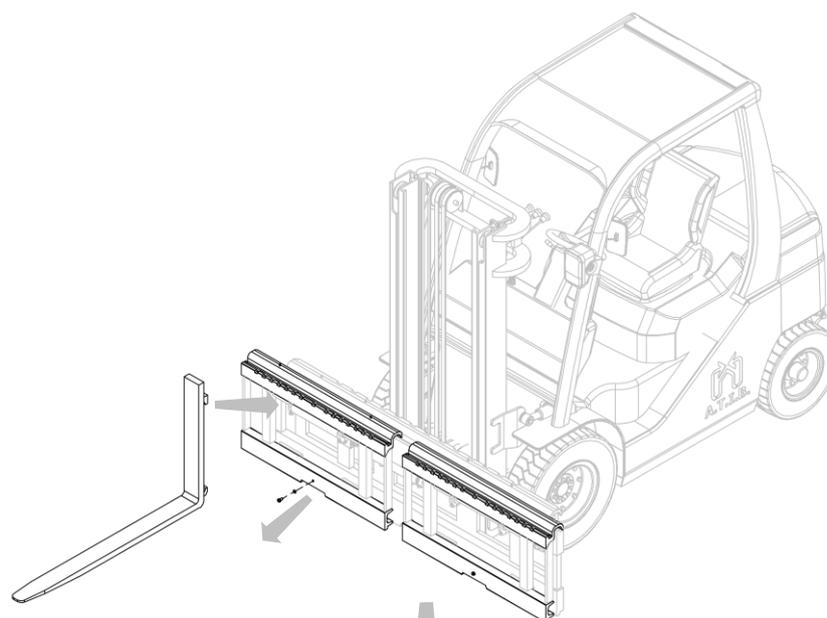
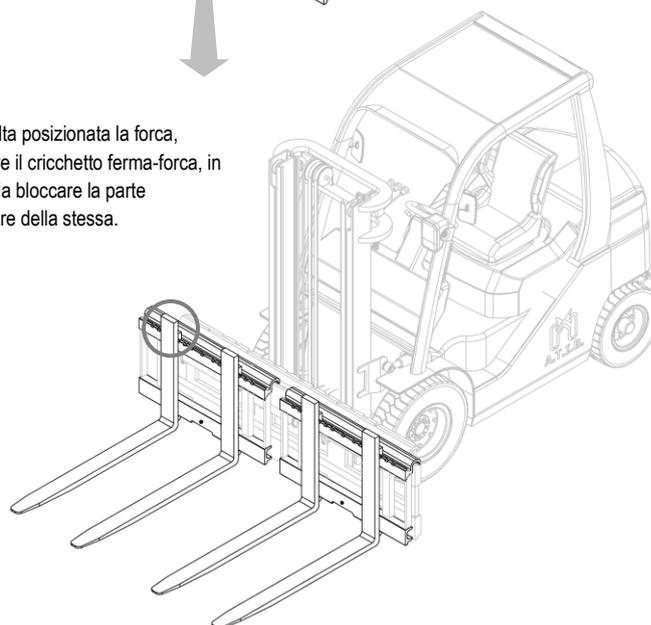

Figura 11
Figura 12
4. Prendere come riferimento la *Figura 11* e la *Figura 12*.